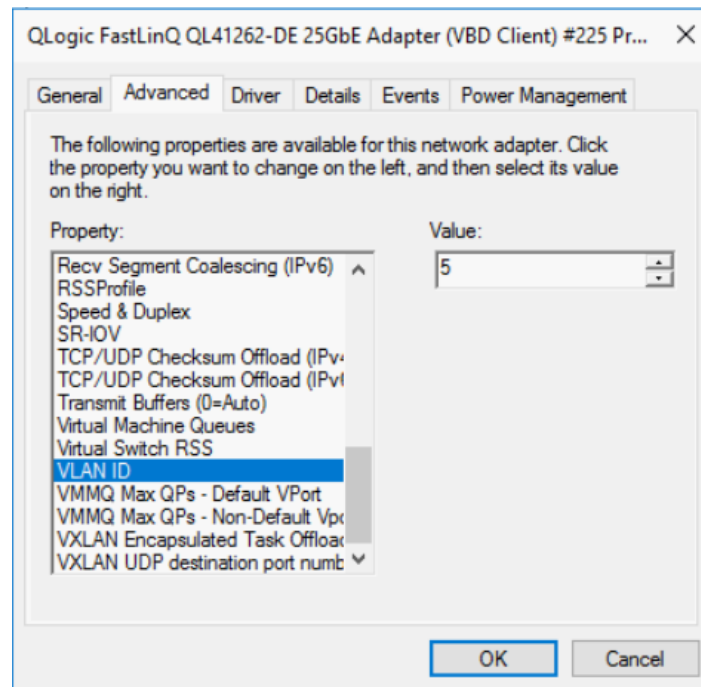

Figure 13-10. Propriétés avancées : Configuration d'ID VLAN
- b. Sur la page Propriétés avancées de l'adaptateur (Figure 13-10), sous **Propriété**, sélectionnez **ID VLAN**, puis définissez la valeur.